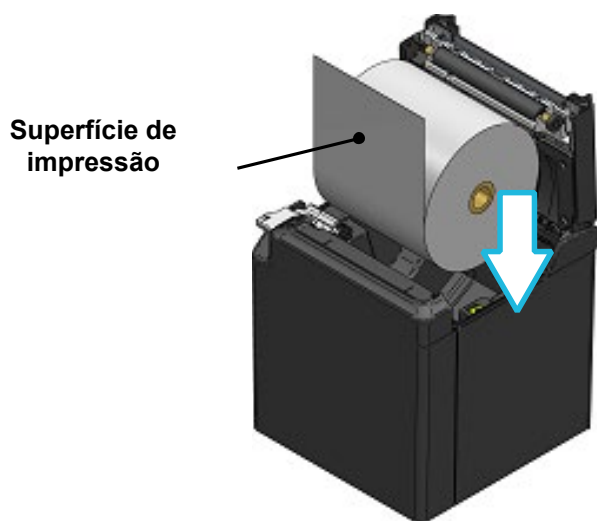
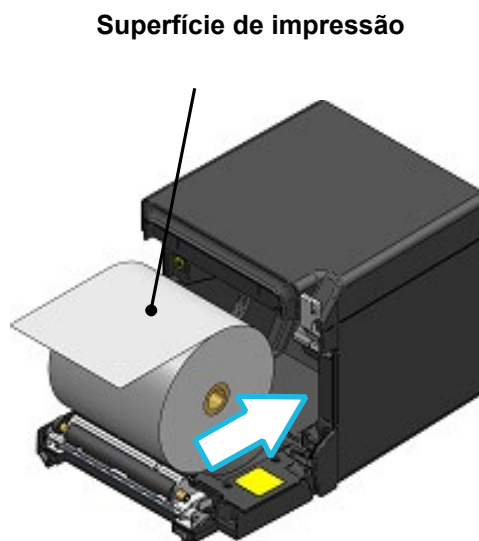

Figura 8-3 Direção de colocação de papel térmico (ejeção superior)
Figura 8-4 Direção de colocação de papel térmico (ejeção frontal)
- (2) Retirar a extremidade colada do papel térmico.
- (3) Carregar o papel térmico no suporte de papel. Simultaneamente, carregar o papel térmico na direção correta, como mostrado na Figura 8-3 e Figura 8-4.